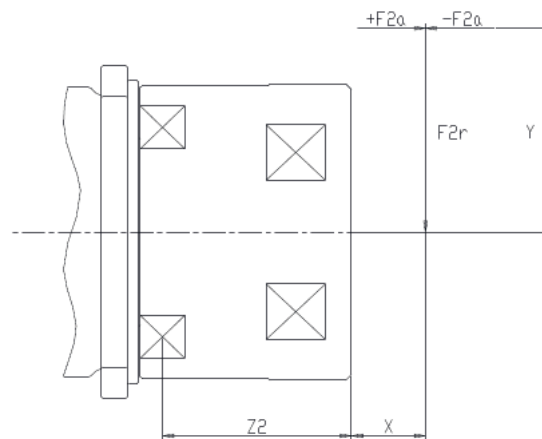

Fig.1
- (3) Verdraaispeling is gemeten bij 2% van het Nominale Uitgaande koppel T_{2N} .
- (4) Toegepast op het midden van de uitgaand flens bij 100 rpm. Voor de calculatie formule, zie Fig. 1.
- (5) Continue bedrijf wordt niet aangeraden.
(1) Ratio ($i = n_{in} / n_{out}$)
(2) Opmerking : Toegepast op het midden van de uitgaande flens bij 100 rpm. Voor de calculatie formule, zie Fig. 1.